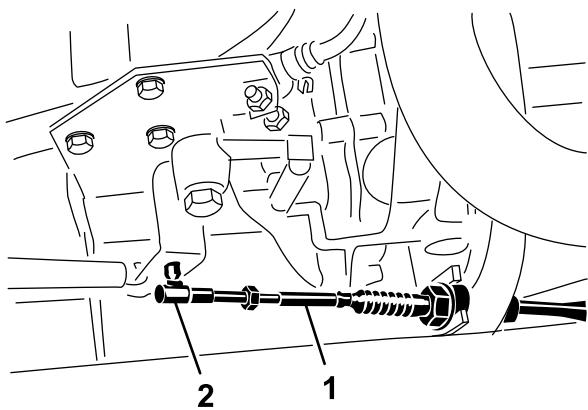
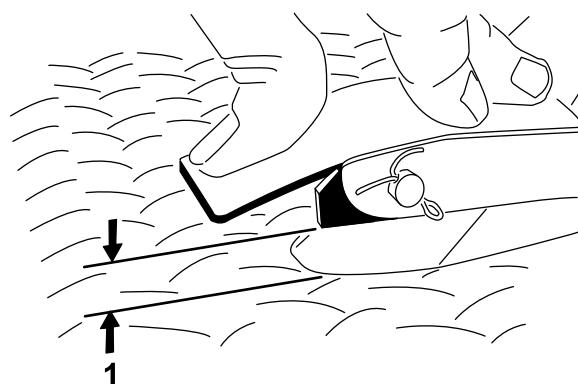

Рисунок 71
Рисунок 72
- Отрегулируйте шаровой шарнир на трофе газа (Рисунок 71) таким образом, чтобы зазор между рычагом педали газа и верхом доски пола с ромбовидным рисунком составлял от 2,54 до 6,35 мм (Рисунок 72), когда к центру педали прикладывается усилие 11,3 кг. Затяните контргайку.